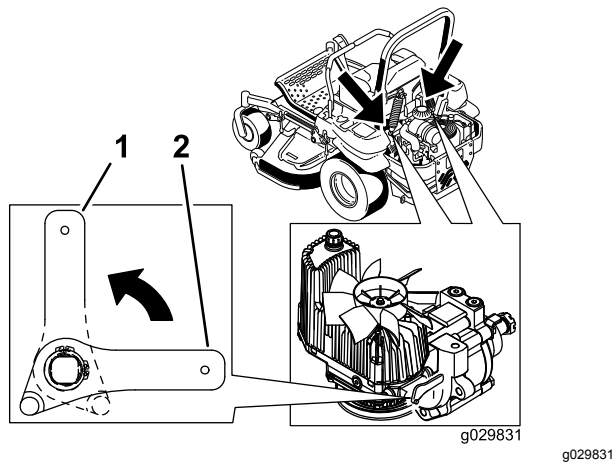

Figure 40
2. Tournez les leviers des vannes de déblocage en position verticale pour pousser la machine (Figure 40).
4. Tournez les leviers des vannes de déblocage en position horizontale pour utiliser la machine (Figure 40).